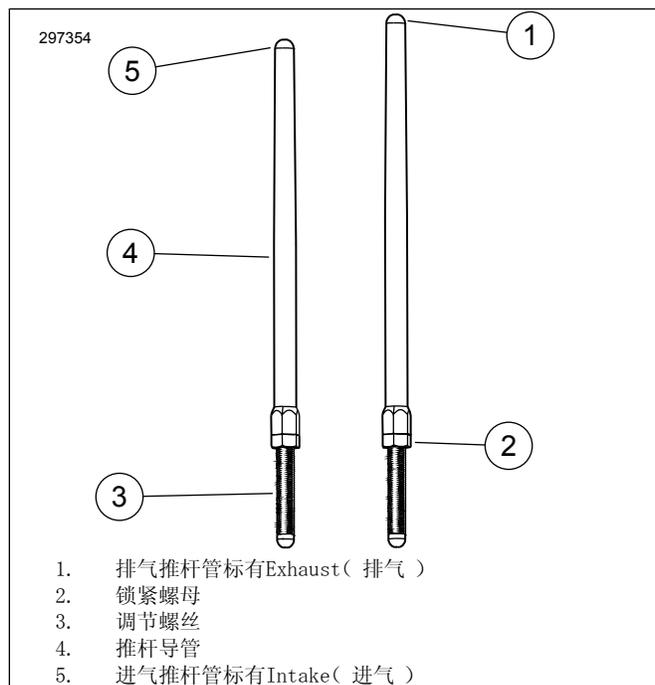

图3。可调推杆
6. 图 3 松开所有推杆上的锁紧螺母，然后将它们调节到最短长度。